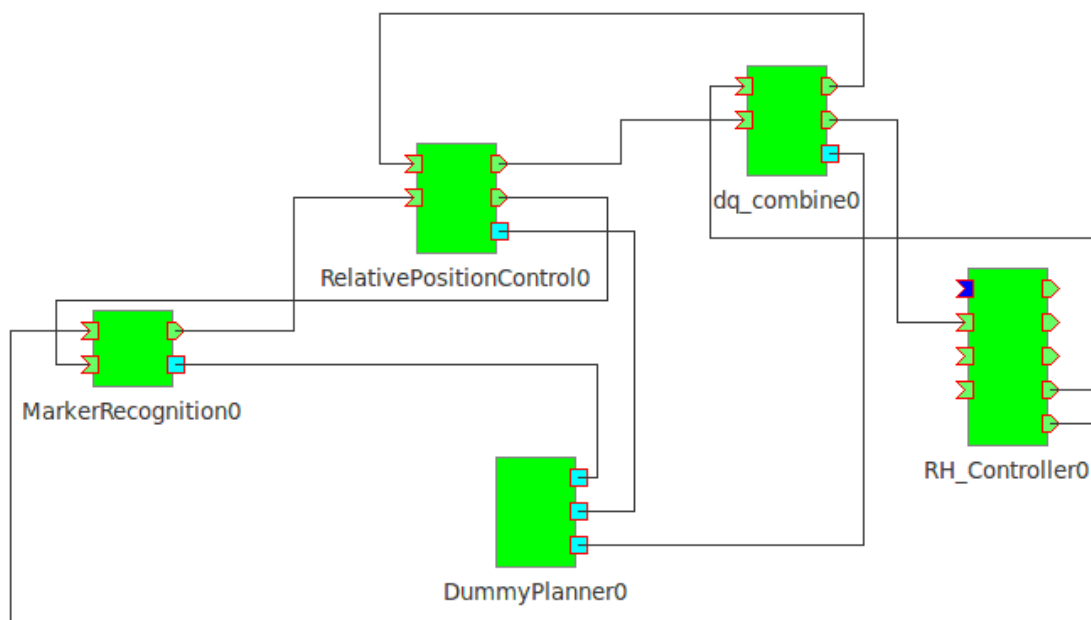

Fig.1 Module configuration
- ①MarkerRecognitionComp (単眼位置姿勢計測・表示コンポーネント)
- ②RelativePositionControlComp (相対位置決めコンポーネント)
- ③RHController\_HGComp (リファレンスハード制御コンポーネント)
- ④dq\_combineComp (dq コンバインコンポーネント)
- ⑤DummyPlanner Comp (ダミープランナコンポーネント)
下記 Fig. 1 のモジュール構成に示すように、まず、⑤のダミープランナから指示を出し、①で目標マーカの位置・姿勢を算出し、②でアーム関節角速度を算出する。④でデータ形式を整え、③でリファレンスハードを制御する。